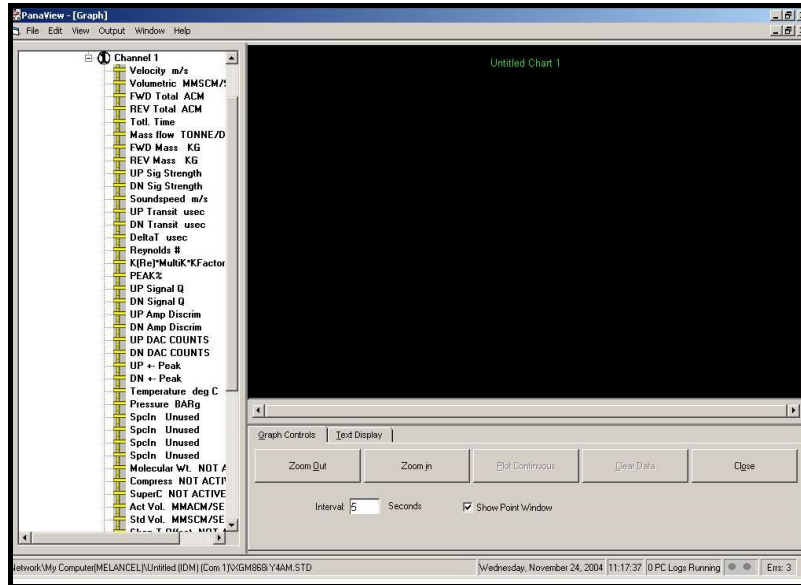

Figura 4: Ventana Gráficos
- Mediante el menú *Ventana*, organice las ventanas abiertas en el formato deseado. Para esta explicación, a continuación, en la *Figura 4* se muestra la ventana de *Gráficos* en su tamaño maximizado (pantalla completa).